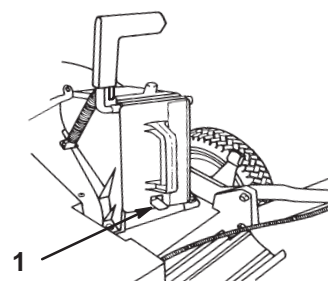

Bild 4
3. Schieben Sie die Abdeckung so weit ein, dass der Federclip an der Unterseite der Abdeckung einschnappt. Dadurch wird sie sicher im Auswurfkanal befestigt (Bild 4).